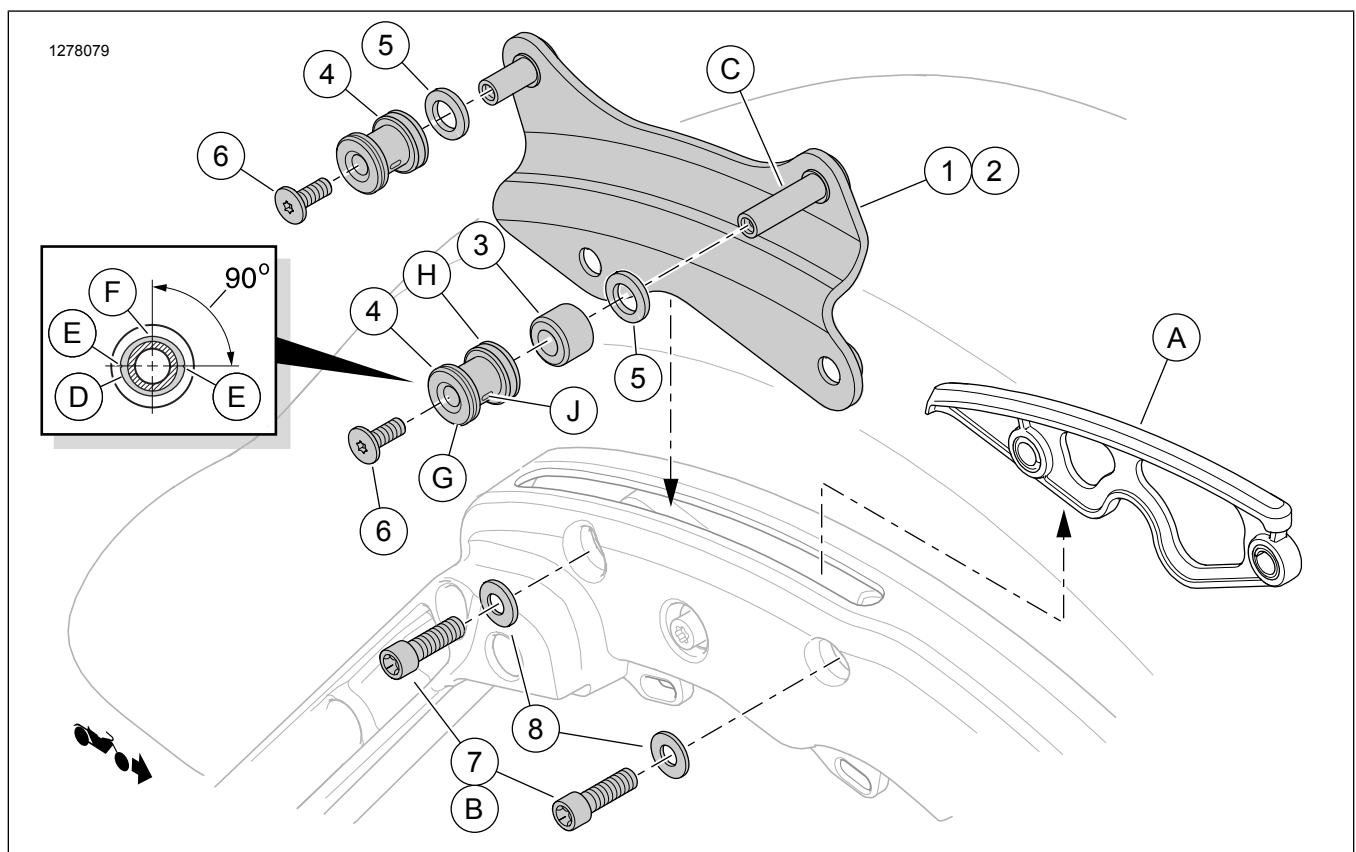
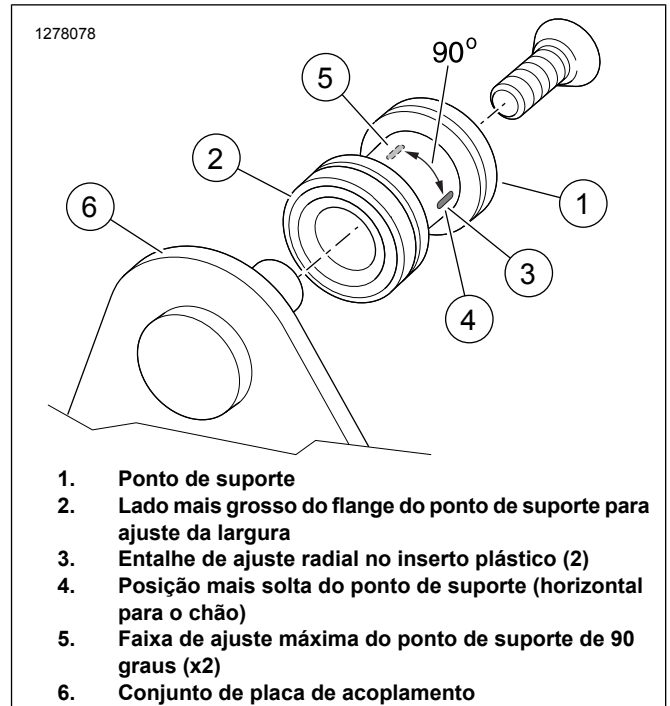

Figura 1. Conteúdo do kit: Kit de ferragens de acoplamento removível de quatro pontos ajustável
Figura 2. Instalação do ponto de suporte
3. Veja Figura 1 . Retire dois parafusos (B) do suporte do alforje de cada lado.
4. Levante as capas da tampa da abertura (A) dos locais.
*Veja Figura 1 . Não instale os espaçadores de ajuste da largura (5) por enquanto.*
- a. Deslize um espaçador (3) sobre o pino mais longo (C) de cada placa de acoplamento.
- b. Deslize um ponto de acoplamento (4), primeiramente o flange **mais grosso** (H), sobre cada pino da placa de acoplamento.
- c. Instale os parafusos (6) nos pinos da placa de suporte.
- d. Veja Figura 2 . Gire cada ponto de acoplamento para posicionar os entalhes na horizontal (4).
Veja Figura 2 .
- b. Veja Figura 1 . Remova o parafuso (6) e o ponto de suporte (4) de todos os quatro pinos da placa de suporte.
- d. Aplique 2 ou 3 gotas de trava-rosca nas roscas de cada parafuso (6). Instale os parafusos.
- e. Veja Figura 2 . Gire cada ponto de acoplamento para posicionar os entalhes na horizontal (4). Aperte os parafusos até ficarem bem ajustados.
- a. Veja Figura 1 . Remova todos os componentes de todos os quatro pinos da placa de acoplamento.
- b. Instale os espaçadores de ajuste da largura (5) em cada ponto de suporte.
- c. Instale um espaçador (3) no pino mais longo (C) de cada placa de suporte.
- e. Aplique 2 ou 3 gotas de trava-rosca nas roscas de cada parafuso (6). Instale os parafusos.
- f. Veja Figura 2 . Gire cada ponto de acoplamento para posicionar os entalhes na horizontal (4). Aperte os parafusos até ficarem bem ajustados.
*A posição (5) é a mais apertada que os pontos de suporte podem atingir. A posição (4) é a mais solta que os pontos de suporte podem atingir.*
- a. Afrouxe os parafusos (6).
- b. Veja Figura 2 . Gire os pontos de acoplamento (1) levemente para longe da posição horizontal (4).
- d. Continue girando levemente na direção vertical (5) para longe da posição horizontal (4) até que o aperto correto seja alcançado em cada local.
5. Veja Figura 1 . Prenda os parafusos (6) do pino da placa de acoplamento. Aperte.